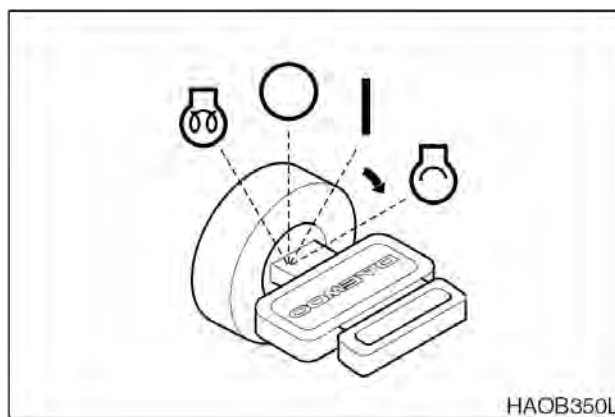

Рис. 12
5. После загорания индикатора завершения предпускового подогрева, сразу повернуть ключ зажигания в положение запуска (START), рис. 12. Двигатель должен запуститься приблизительно через 5 секунд.